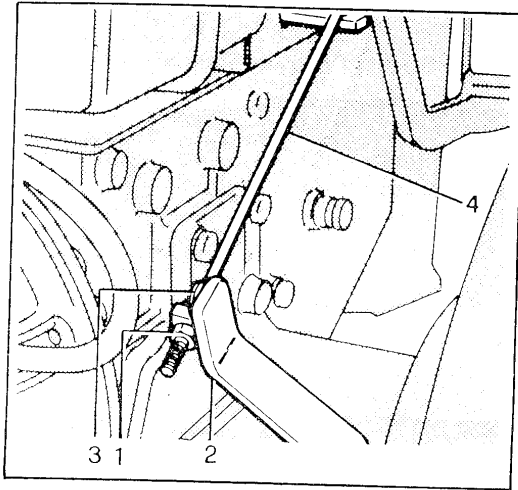

Bild 21 - Fig. 21
Sollten die Bremsen rutschen oder der freie Pedalweg zu lang werden (über 20 mm), die Steuergestänge links und rechts (4) wie folgt einstellen (siehe Bild 21):
1. Die Gegenmutter (1) nahe dem Steuerhebel zum Öffnen der Bremsbacken (2) lösen.
2. Die Einstellmutter (3) bis zur Erreichung eines freien Pedalweges niedriger als 20 mm anschrauben.
3. Die Gegenmutter (1) wieder anziehen.
If brakes tend to slip or the pedal idle travel is found excessive (exceeding 20 mm) adjust the right h and left h control rods (4) as outlined (see fig. 21).
1. Unloose jam nut (1) close to shoe opening lever (2).
2. Tighten set nut (3) until the pedal idle stroke obtained does not exceed 20 mm.
3. Secure jam nut (1) again.
En cas de patinage ou si la course à vide de la pédale s'avère excessive (supérieure à 20 mm), procéder au réglage des tringles droite et gauche (4) comme indiqué (voir fig. 21):
1. Desserrer le contre-écrou (1) à proximité du levier d'ouverture des sabots (2).
2. Serrer l'écrou (3) jusqu'à ce qu'une course libre de la pédale au-dessous de 20 mm ne soit obtenue.
3. Ré-serrer le contre-écrou (1).